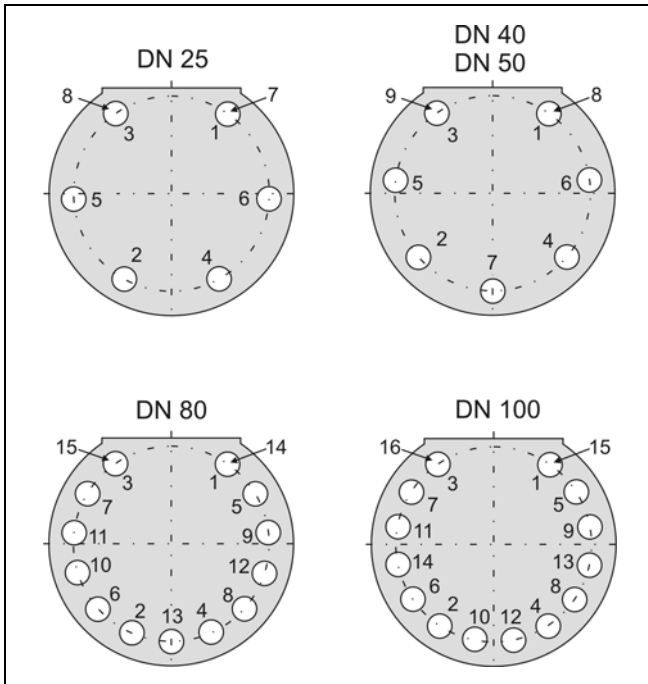

Bild 5 - Reihenfolge der Schraubverbindungen
**Hinweis:** Die Anzugsreihenfolge und die Anzugsmomente sind aus Bild 5 und Tabelle 3 im Abschnitt 4.4 für die jeweilige Nennweite ersichtlich.
**Hinweis:** Auch jetzt sind die Anzugsreihenfolge und die Anzugsmomente aus Bild 5 und Tabelle 3 im Abschnitt 4.4 für die jeweilige Nennweite ersichtlich.